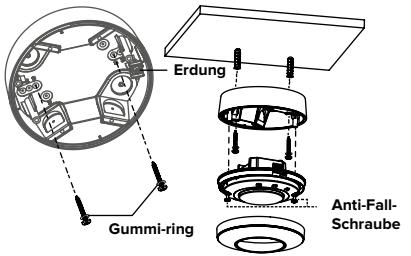

ABB. 13
3. Für die Montage an einer Deckenplatte verwenden Sie die 2 runden Ausschnitte im Gehäuse und befestigen das Gehäuse mit den 2 Schrauben mit Gummiringen (ABB. 13).
4. Schließen Sie die Verkabelung an und befestigen den Sensor mit den Schrauben zur Absturzsicherung im Gehäuse (ABB. 13).